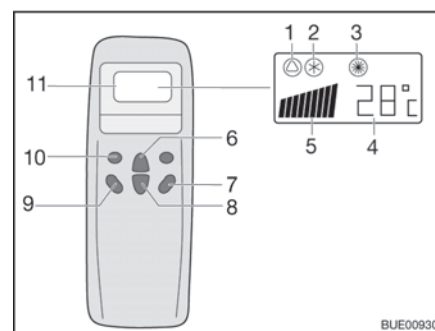
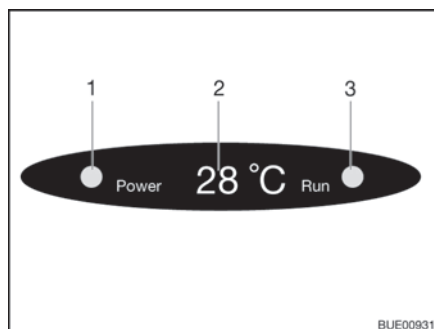

Fig. 150 Télécommande
Fig. 151 Affichage sur le diffuseur
- Appuyer sur la touche "ON/OFF" (Fig. 150,7).
- Appuyer sur la touche "Mode" (Fig. 150,10) autant de fois que nécessaire pour que le mode de fonctionnement souhaité (Fig. 150,1, 2 ou 3) s'affiche à l'écran. Le voyant de contrôle correspondant s'allume sur l'écran du diffuseur (Fig. 151,3).
- Régler la température souhaitée avec les touches d'augmentation de la température (Fig. 150,6) ou de diminution de la température (Fig. 150,8).
- Sélectionner le niveau de ventilation souhaité à l'aide de la touche de vitesse du ventilateur (Fig. 150,9).